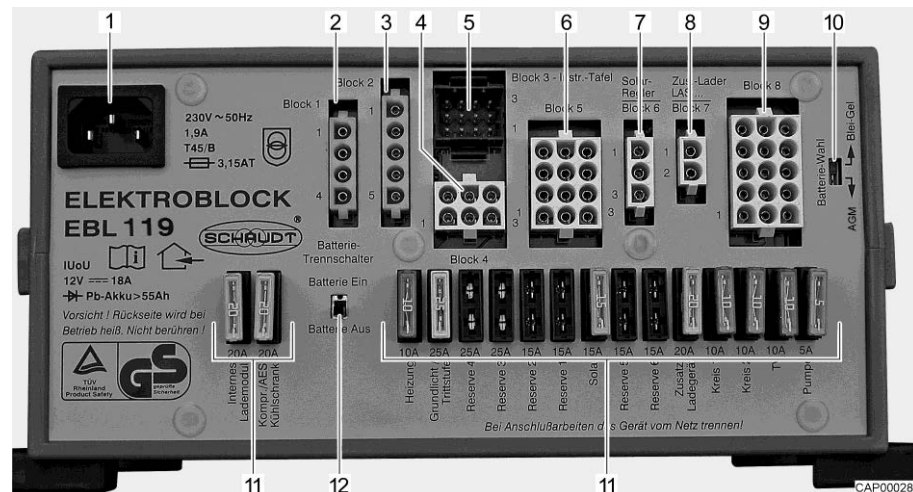

Fig. 190 Bloque eléctrico (EBL 119, como ejemplo)
- ▷ Excepto el selector de batería (Fig. 190,10), el bloque eléctrico EBL 99 el bloque eléctrico EBL 119 son del mismo diseño.